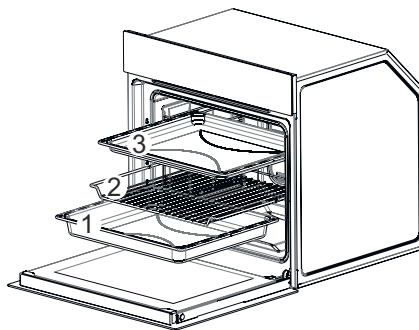

Рис. 14
- Снимите противни и решётки (1-2-3 / Рис. 14).